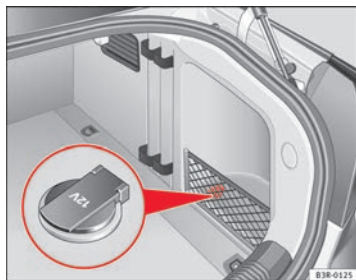

Abb. 127 Ausschnitt aus der Seitenverkleidung des Gepäckraums: 12-Volt-Steckdose
- Die Abdeckkappe der Steckdose anheben ⇒ Abb. 127.